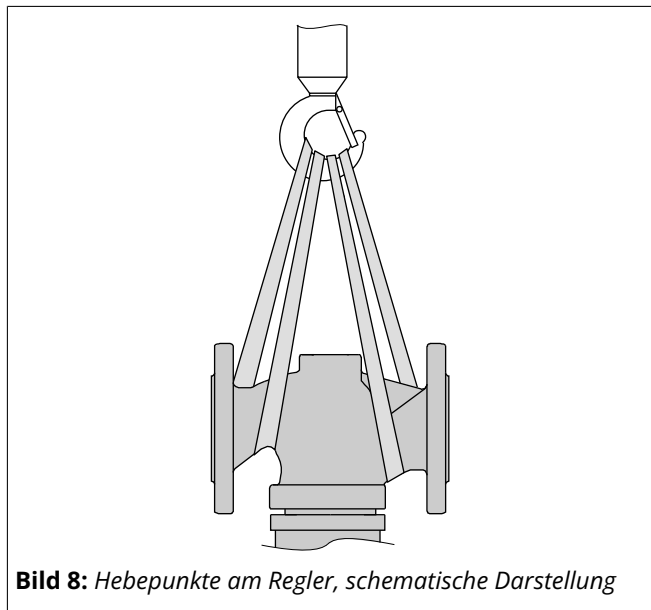

Bild 8: Hebepunkte am Regler, schematische Darstellung
- ⇒ Als Tragmittel einen Haken mit Sicherheitsverschluss verwenden, damit die Anschlagmittel beim Heben und Transportieren nicht vom Haken rutschen können, vgl. Bild 8.
1. Je eine Hebeschlinge an den Flanschen des Gehäuses und am Tragmittel (z. B. Haken) des Krans oder Gabelstaplers anschlagen, vgl. Bild 8.